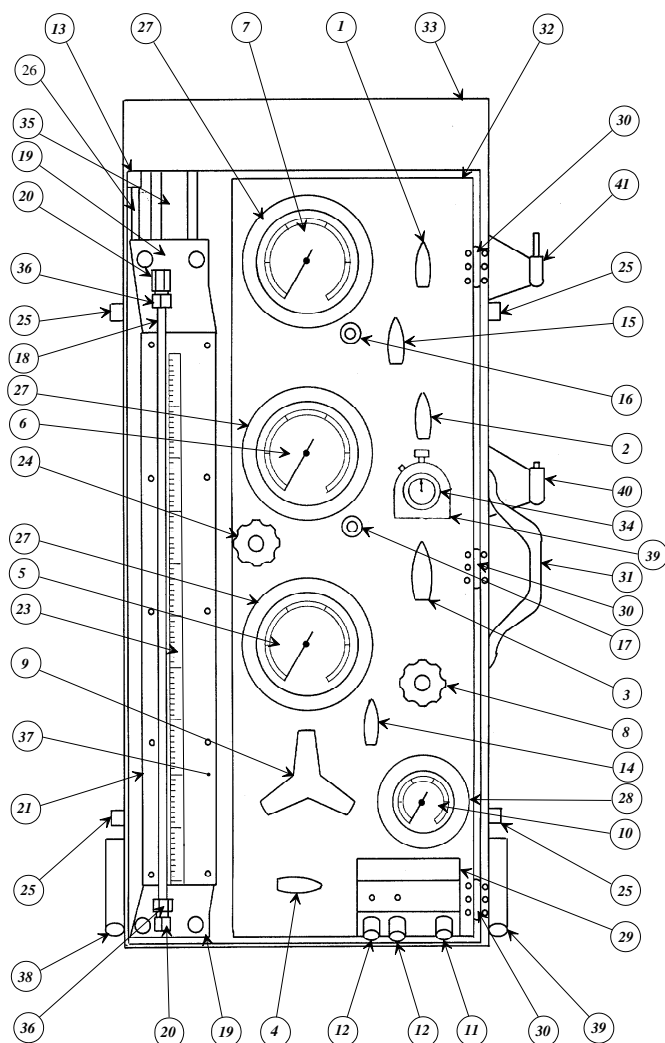
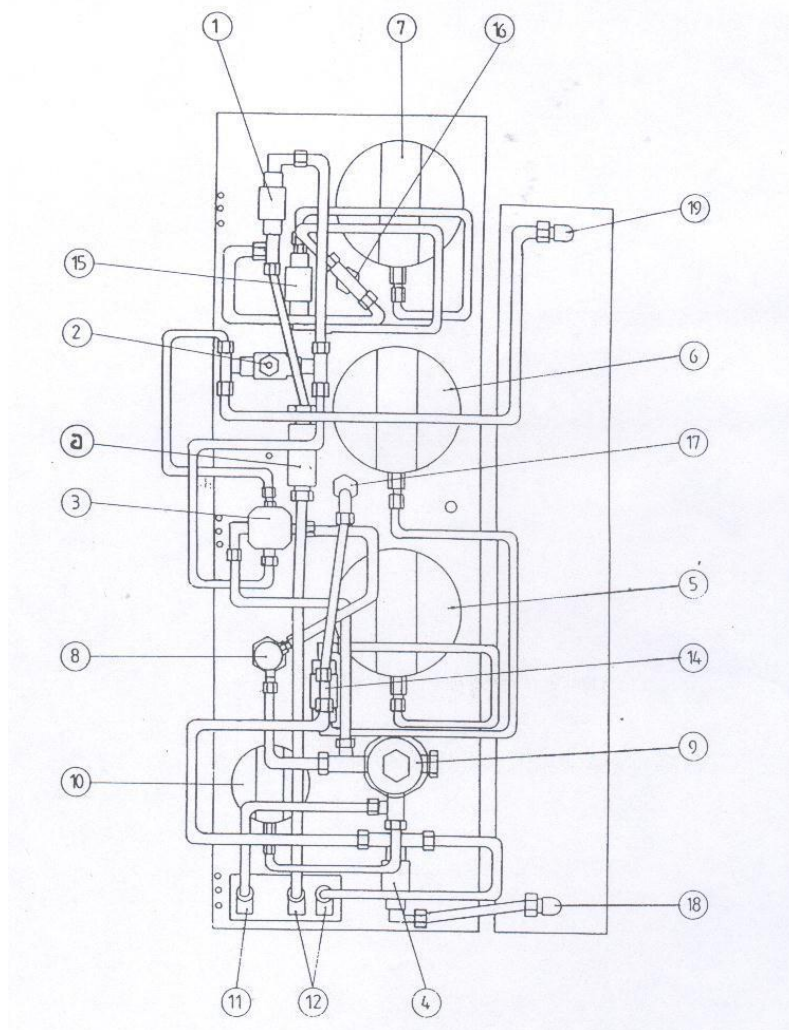
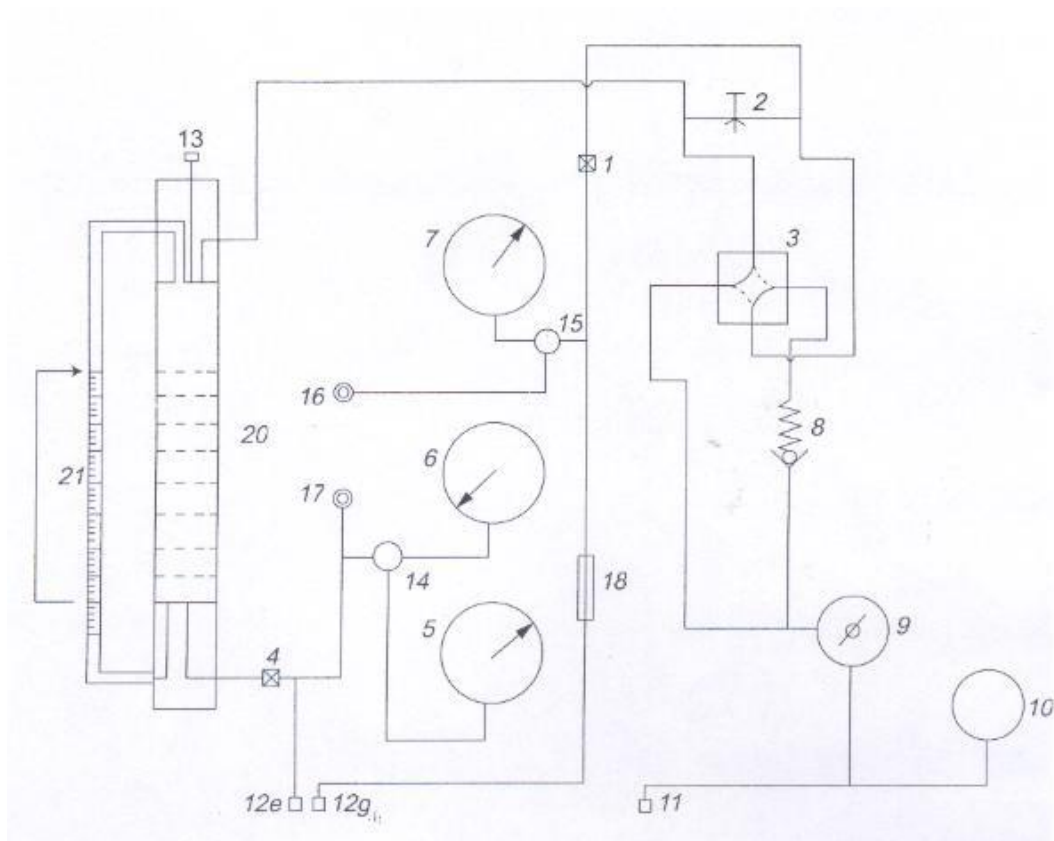

Figure 1 – Face avant du CPV
Figure 2 - Face arrière du CPV.
Figure 3 - Schéma des circulations.
Ces valves et ces manomètres sont représentés sur la *figure 1*. Nous en verrons l'usage au chapitre 2. Les circuits sont détaillés au paragraphe 1.4.
On peut les visualiser soit sur la *figure 1*, soit mieux sur la *figure 2* associée à la *figure 3*.
2.2.1. Remplissage du CPV (fig.1)
2.2.2. Alimentation en gaz du CPV (fig.1)
2.2.3. Remplissage de la tubulure et de la sonde (fig.2)